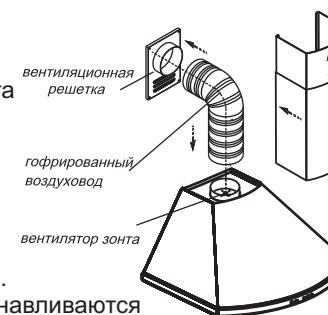

РИС. 7
6.4 Установите фальштрубы (рис.7, 8). Выдвиньте верхнюю фальштрубу, оденьте ее на кронштейн (рис. 9) и закрепите винтами самонарезаемыми.
6.3 В зависимости от режима эксплуатации зонта соедините вентилятор с вентиляционной решеткой полужестким гофрированным воздуховодом (рис. 7) или установите на вентилятор угольные фильтры (рис. 8).